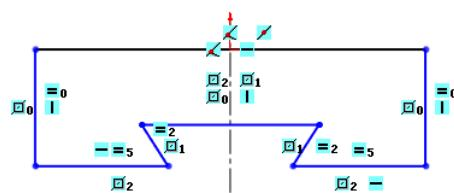

图 5.1.9 创建几何约束
② 创建几何约束。创建如图 5.1.9 所示的水平、竖直、对称、相等和重合约束。
说明： 创建对称约束时，需先绘制中心线，并建立中心线与原点的重合约束，如图 5.1.9 所示。